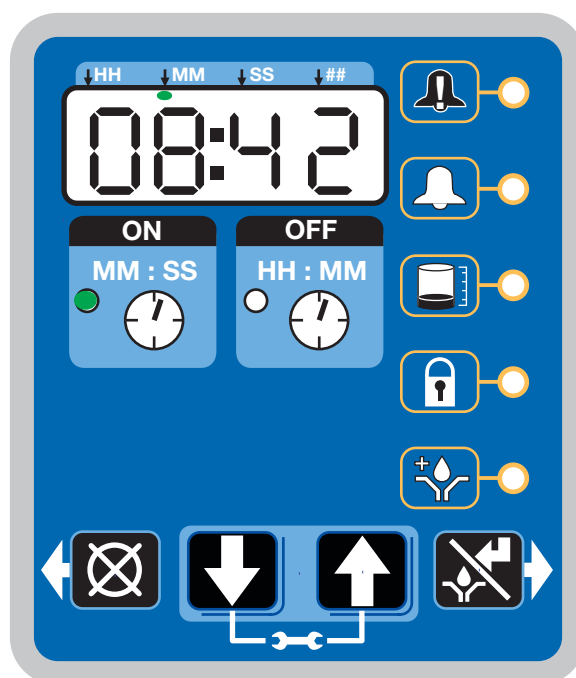

図 35
- オフ時間のカウントがゼロに達すると、G3自動潤滑ポンプはポンプの電源を入れ、プログラムされたオン時間サイクルで作動します(図 35)。
- 図 35 に示された例は、潤滑サイクルが終了する前の8分42秒のオン時間を示しています。